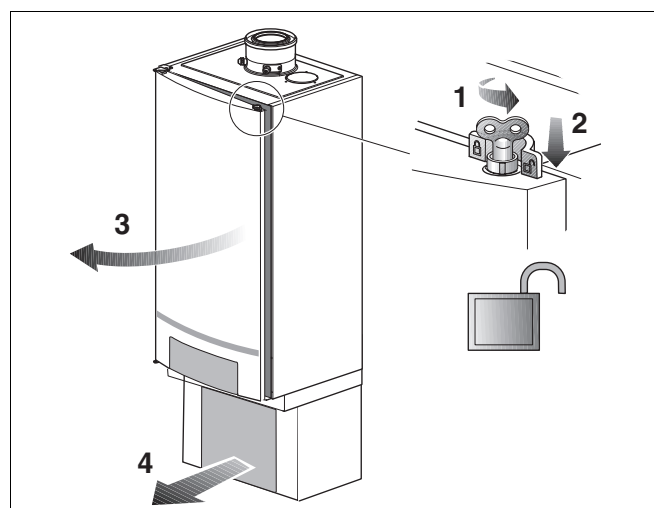

Рис. 16 Открытие двери котла
- Открыть замок двери котла ключом для удаления воздуха, повернув его на четверть оборота (рис. 16, поз. 1).
- Нажать на замок (рис. 16, поз. 2) и открыть дверь котла (рис. 16, поз. 3).
- Снять защитную крышку с соединительного блока (рис. 16, поз. 4).